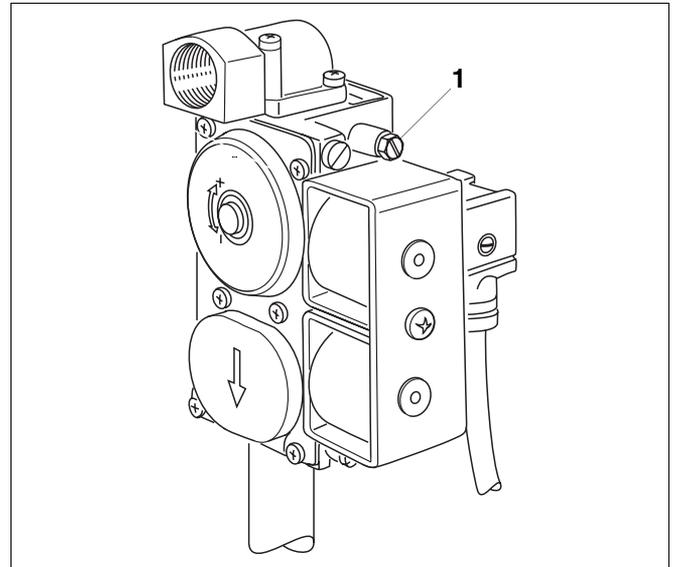
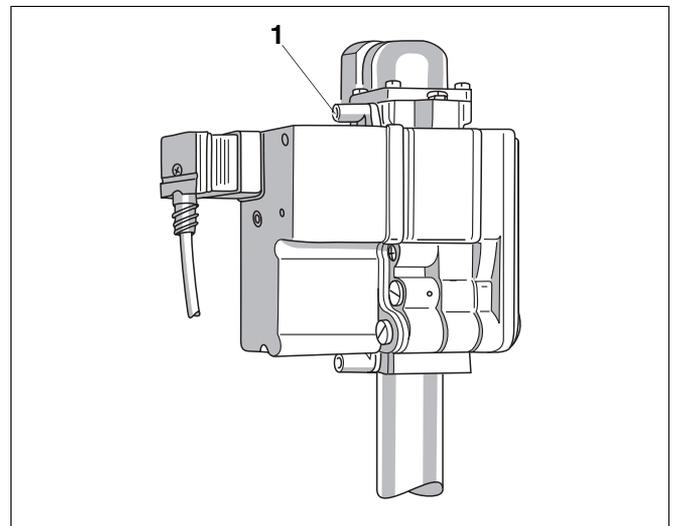

Abb. 31 Gasarmatur „SIT“ 830 Tandem
Abb. 32 Gasarmatur „BM“ 762-012
- Verschlusschraube am Prüfnippel für Gasanschluss und Entlüftung (Abb. 31 und Abb. 32, **Pos. 1**) um zwei Umdrehungen lösen und Schlauch aufstecken.